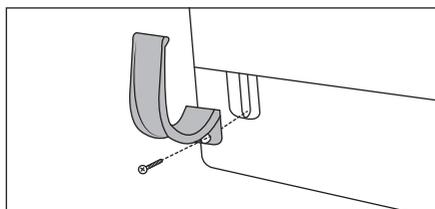

Fig. 1
- ◆ Vissez le support de flexible 16 sur l'appareil (voir fig. 1).